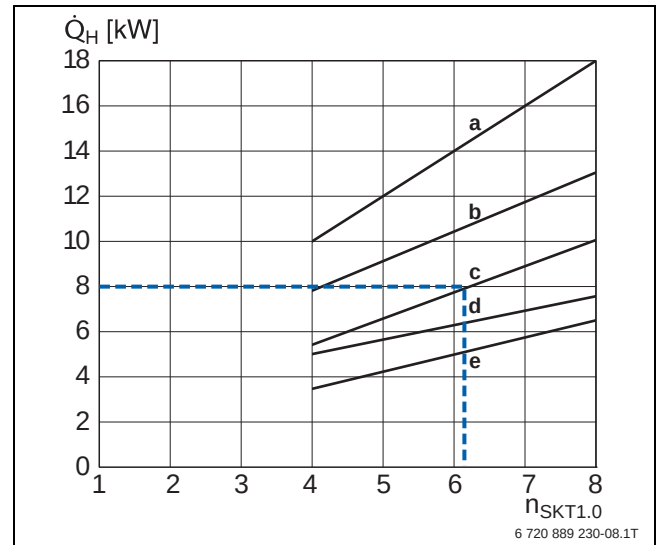
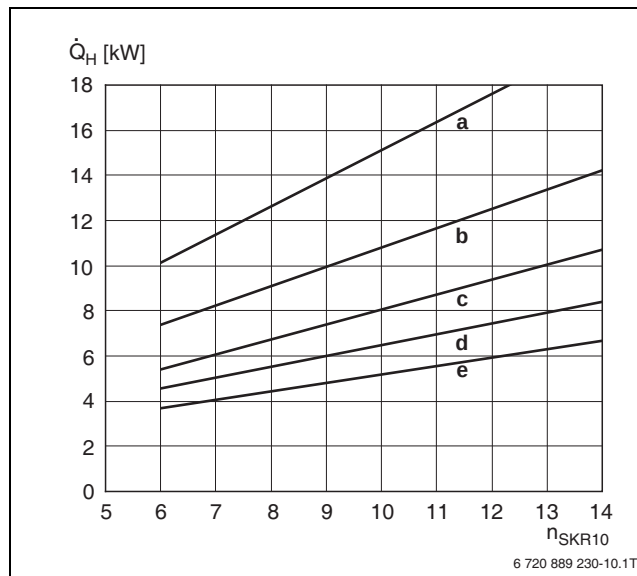

Bild 121 Diagramm zur überschlägigen Bestimmung der Kollektoranzahl Logasol SKT1.0 für Warmwasserbereitung und Heizungsunterstützung (Beispiel hervorgehoben)
Bild 123 Diagramm zur überschlägigen Bestimmung der Anzahl Logasol SKR10 CPC für Warmwasserbereitung und Heizungsunterstützung
Die Auslegung des Kollektorfelds für eine Solaranlage zur Warmwasserbereitung und Heizungsunterstützung ist direkt abhängig vom Wärmebedarf des Gebäudes und der gewünschten solaren Deckungsrate. Es wird in der Heizperiode generell nur eine Teildeckung erreicht. Für die Warmwasserbereitung ist in den Diagrammen in Bild 121 ... Bild 123 der mittlere Warmwasserbedarf eines 4-Personen-Haushalts mit 50 l pro Person und Tag angenommen worden.
Die Diagramme in Bild 121 ... Bild 123 basieren auf einer Beispielrechnung mit folgenden Anlagenparametern:
- Nach Diagramm in Bild 121, Kurve c, sind 6 Hochleistungs-Flachkollektoren Logasol SKT1.0 erforderlich.